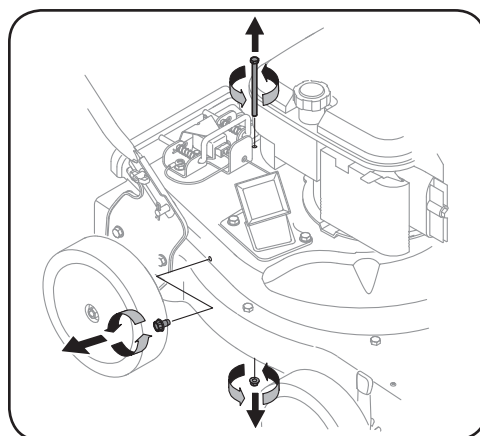

Figure 4-3
5. Retirez la vis autotaraudeuse (a) à droite de la grille du fléau. Il peut être nécessaire de retirer le support du boyau (si équipé) afin d'accéder à la vis. Voir Figure 4-3.
6. Retirez le boulon qui se trouve (b) sur le boîtier arrière près du support de montage et l'écrou autobloquant à bride (c) qui fixe la grille du fléau. Voir Figure 4-3.